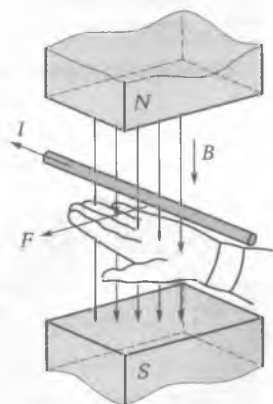
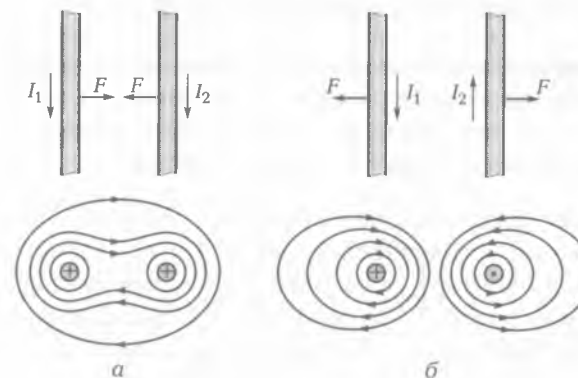

Рис. 3.3. Определение направления действия электромагнитной силы на проводник с током согласно правилу левой руки
Рис. 3.6. Взаимодействие двух проводников с током:
**Магнитная индукция.** Интенсивность магнитного поля характеризуется магнитной индукцией  $B$ . Чем сильнее магнитное поле, созданное постоянным магнитом или электромагнитом, тем большую индукцию оно имеет. Направление действия электромагнитной силы  $F$  на проводник определяется **правилом левой руки** (рис. 3.3).
Направление действия силы  $F$  обычно определяют по правилу левой руки (см. рис. 3.3). В результате воздействия таких механических сил при одинаковом направлении тока лежащие рядом проводники будут **притягиваться** друг к другу (рис. 3.6, а), при разном направлении тока — **отталкиваться** (рис. 3.6, б).